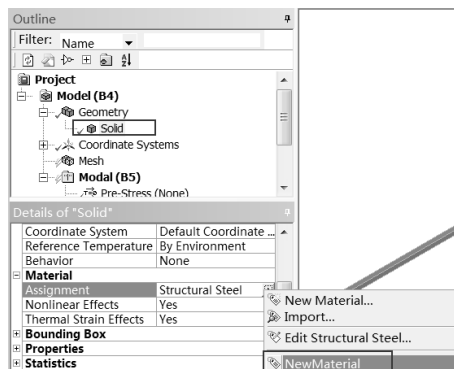

图 9-17 赋予材料属性
Step2: 选择 Mechanical 界面左侧 Outline (分析树) 中的 Geometry Solid 命令, 此时可在 Details of “Solid” (参数列表) 中设置材料属性, 如图 9-17 所示, 将新添加的材料 NewMaterial 赋给几何实体。